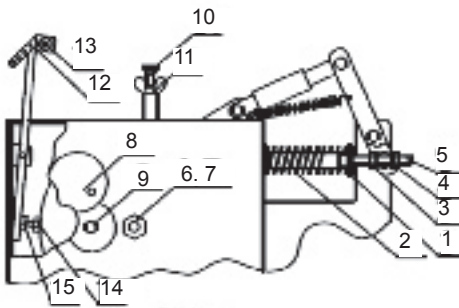

Abb. 8
- Wenn sich das Drahtseil ohne Betätigung des schwarzen Druckknopfes (1) aufwickelt, wurde die Mutter (Pos. 7) zu fest angezogen, es herrscht kein Spiel zwischen Kupplung und Trommel, d. h. Mutter lösen und den Vorgang so lange wiederholen bis das Seil völlig still steht, wenn der schwarze Druckknopf nicht aktiviert ist.
Die Einstellung der Vorbremse erfolgt mit der Schraube (10) und Flügelmutter (11) (Abb. 8). Eine Funktion der Vorbremse übernimmt auch die Seilführung Pos. 12, (Abb. 8) in der das Drahtseil eingeführt ist. Durch richtige Einstellung wird zugesichert, dass sich das Drahtseil nicht von selbst bzw. zu schnell von der Trommel abwickelt. Das würde sonst, bei einer schnellen Entlastung der Bremse und zu schnellem Abwickeln, das Drahtseil beschädigen.
- anziehen der Mutter (Pos. 3) Abb.8, welche die Feder anspannt
Anschließend wird die Kette alle 60 Betriebsstunden überprüft. Das Spannen der Kette wird wie folgt durchgeführt (Abb. 8):
Auf der Seilwinde befinden sich drei Schmiernippel, die eine Schmierung der oberen und unteren Umlenkrolle sowie der Seilführung ermöglichen. Ebenfalls sind die Nippel (13) auf der Vorbremse (12) (Abb.8) zu schmieren.